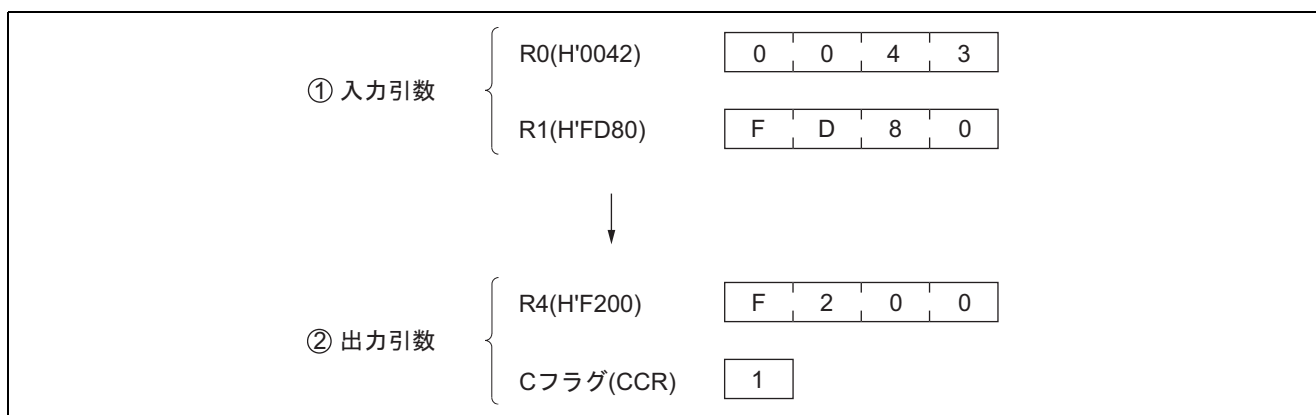

図 5-1 ソフトウェア CCASE の実行例
仕様のクロックサイクル数は、図 5-1 の例を実行した時の値です。
(2) 図 5-1 にソフトウェア CCASE の実行例を示します。